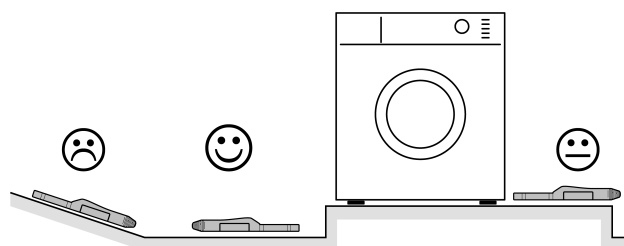

Bild 3: Geeignete und ungeeignete Montageorte
- i** Gerät nicht auf abschüssige Oberflächen, Erhöhungen oder Sockel platzieren (Bild 3). Geeigneten Montageort suchen, an dem austretendes Wasser frühzeitig erkannt werden kann.
- Gerät direkt auf die zu überwachende Fläche legen. Die Sensorfläche (3) muss nach unten zeigen.
- i** Die Lüftungsöffnung (4) darf nicht zum Fixieren des Geräts verwendet werden.
- i** Für einwandfreie Funktion muss Flüssigkeit die Sensorfläche (3) erreichen können.
- i** Die Lüftungsöffnung (4) unterstützt die Sensorfunktion und sollte frei von Verschmutzung sein.